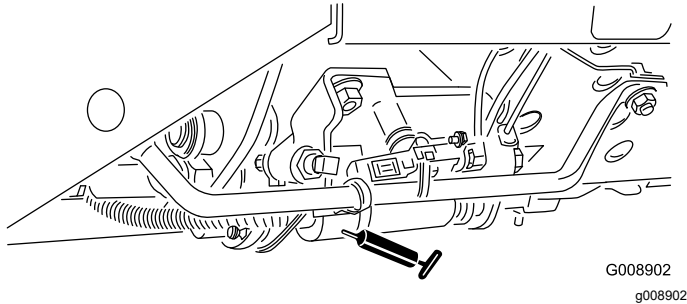

**Figura 40**
- Mecanismo de ajuste de punto muerto (Figura 40)